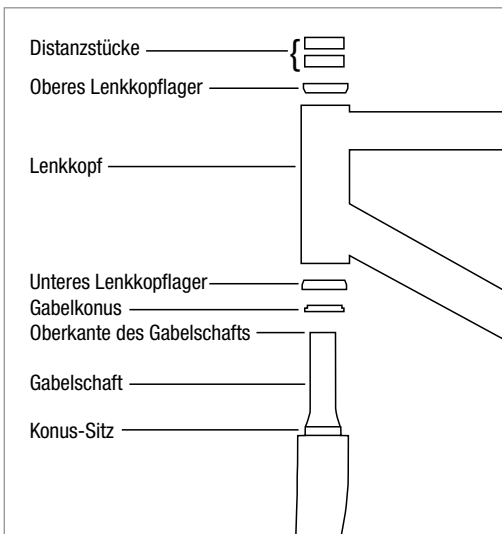

Abbildung 3
5. Installieren Sie das Lenkkopfunterteil gemäß den Anweisungen des Herstellers und stecken die Gabel in den Gabelschafteingangsöffnung. Installieren Sie das Lenkkopfoberteil gemäß den Anweisungen des Herstellers (Abbildung 3).